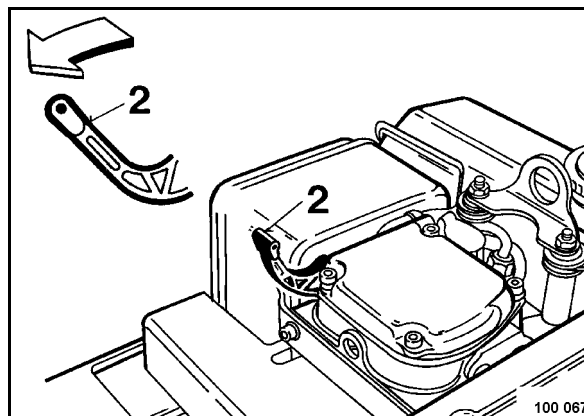

Fig. 22
- Desplazar la palanca de descompresión (2) (Fig. 22) hasta el tope en sentido de la flecha.
Con manejo incorrecto y repetición de arranque siempre hay que devolver la palanca de descompresión a su posición inicial (Fig. 22).